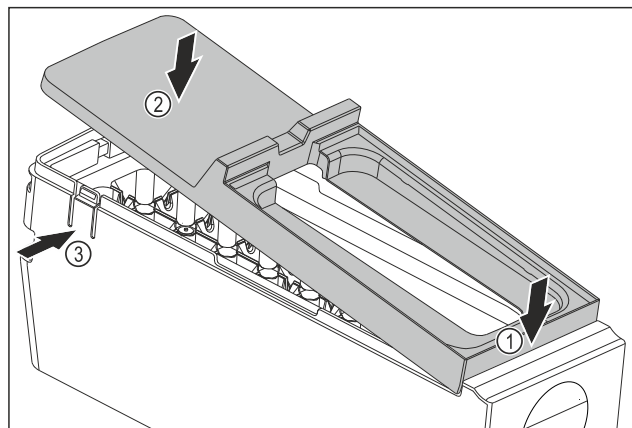

Fig. 199
- Montimi i kapakut mbulues të kutisë EasyTwist-Ice: Futni kapakun mbulues në pjesën përpara. Fig. 199 (1)
- Ulni poshtë kapakun mbulues në pjesën e pasme. Fig. 199 (2)
- Dëgjohet zhurma e mbërthimit të kapakut mbulues në të dyja gjuhëzat Fig. 199 (3).